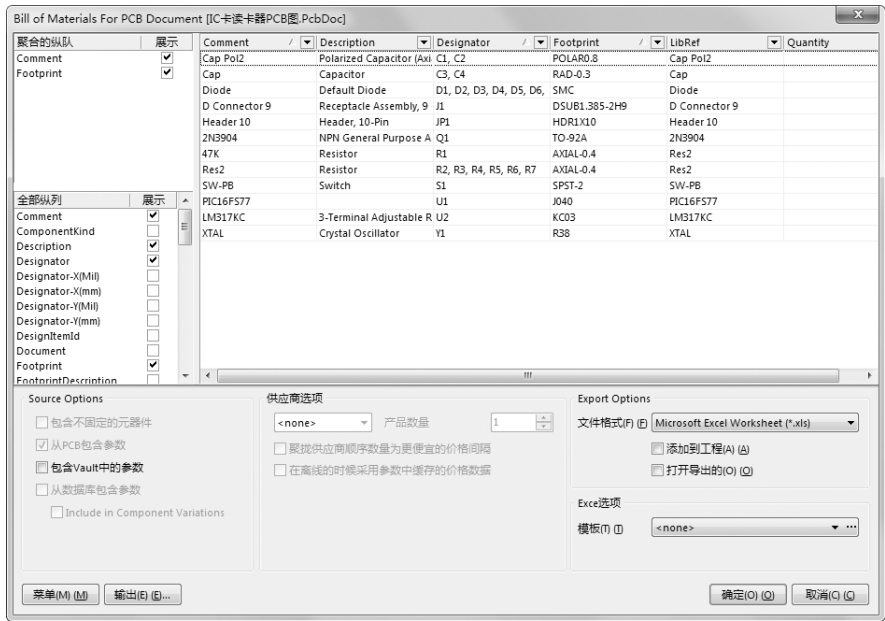

图 10-15 设置元件报表
元件报表对话框，如图 10-15 所示。
- “全部纵队”列表框：列出了系统提供的所有元件属性信息，如“Description”（元件描述信息）、“Component Kind”（元件类型）等。对于需要查看的有用信息，勾选右侧与之对应的复选框，即可在元件清单中显示出来。在图 10-15 中，使用了系统的默认设置，即只勾选“Comment”（注释）、“Description”（描述）、“Designator”（指示）、“Footprint”（引脚）、“LibRef”（库编号）和“Quantity”（数量）6 个复选框。